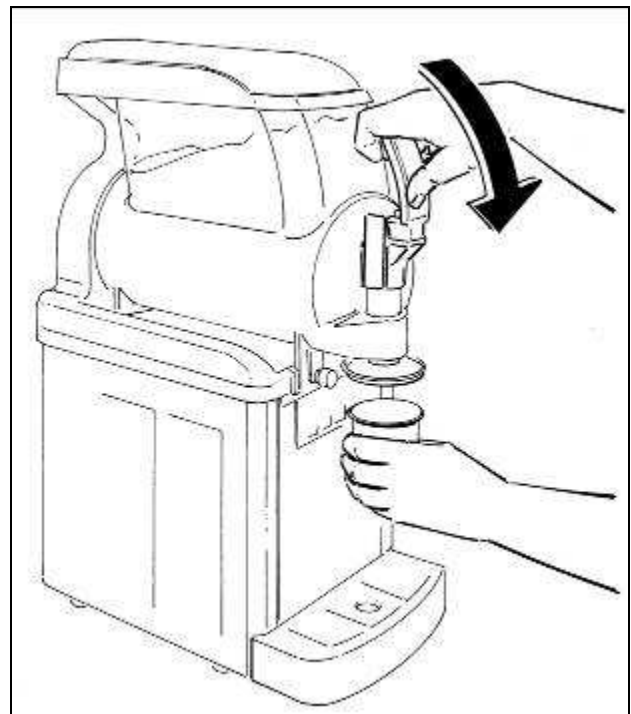

Abb. 7
- Wenn das Produkt seine gewünschte Konsistenz erreicht hat, einen Becher unter den Ausgabehahn halten und den Hebel wie in Abb. 7 gezeigt nach unten ziehen.
GT1 und GT2 sind mit einer sternförmigen Garniertülle ausgestattet; halten Sie den Becher während der Ausgabe wie in Abb. 7 gezeigt darunter.